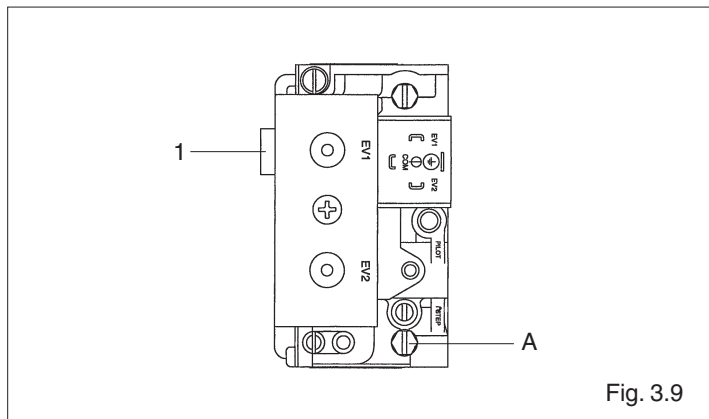

Fig. 3.9
- Avvitare fino a fine corsa la vite (1) del regolatore di pressione (fig. 3.9).
- Svitare di circa 3 giri la vite della presa di pressione (A) e collegare il manometro (fig. 3.9).